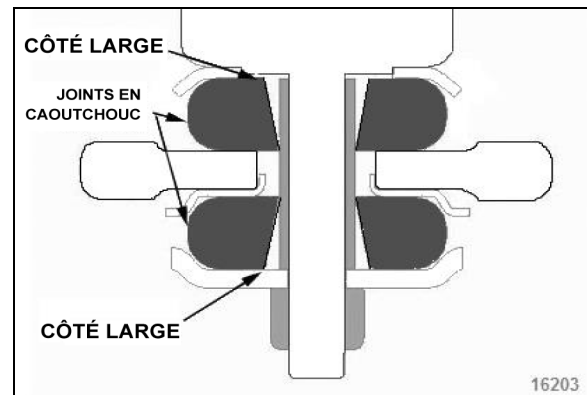

FIGURE 40: BAGUES DE MONTAGE INFÉRIEUR D'AMORTISSEUR
3. Sur le montage inférieur, poser les joints de caoutchouc avec le côté large du trou conique comme illustré dans Figure 40.